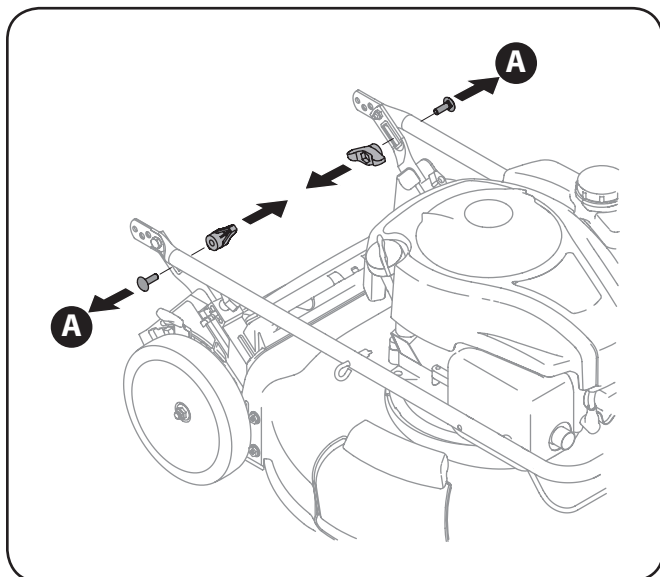

Figure 3-1
- a. Quite los tornillos y tuercas de mariposa transporte desde el mango como se muestra en Figure 3-1. No afloje o quite adyacentes tornillos de cabeza hexagonal.